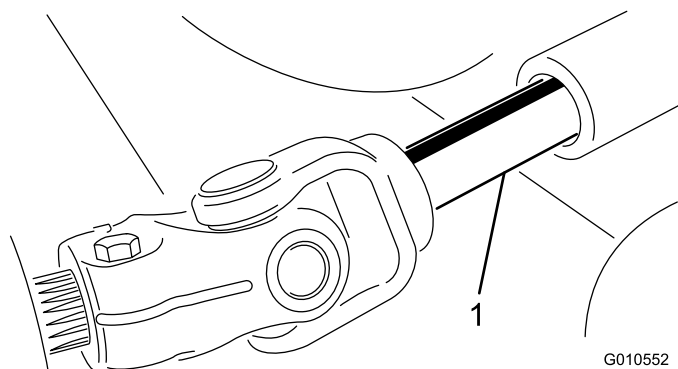

図 22
5. PTO シャフトのオスメスの接続部分を解除して、カッティングユニットをトラクションユニットから引き出す (図 22)。
3. オスの PTO シャフトとメスの PTO シャフトを接続する (図 22)。